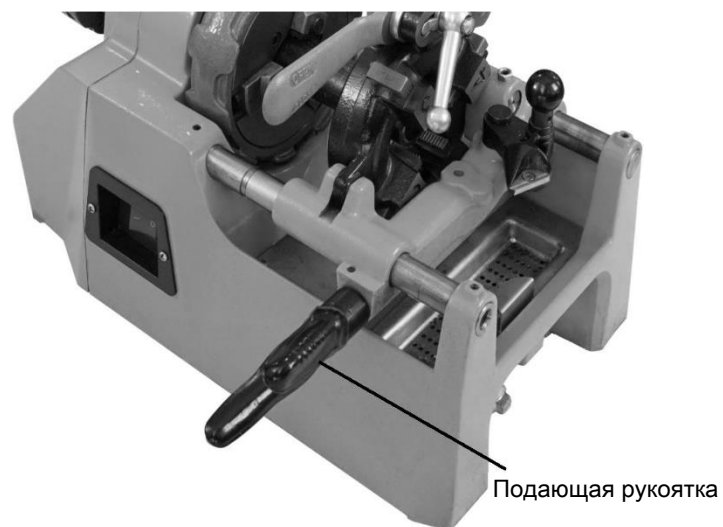

Рисунок 19-2
- Включите станок, поверните рукоятку подачи резца по часовой стрелке до соприкосновения плашкодержателя с трубной заготовкой, обеспечивая врезания плашки в материал (см. рисунок 19-2).